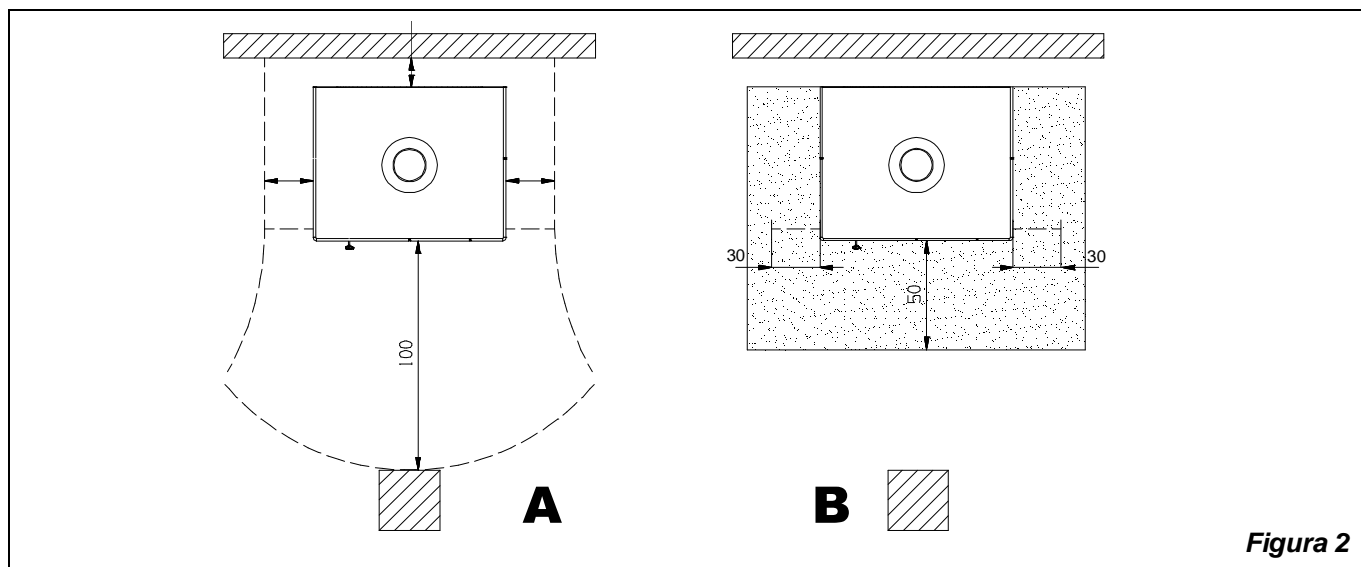

Figura 2
- la distanza minima dal retro e da entrambi i lati da elementi costruttivi ed oggetti infiammabili e sensibili al calore (mobili, rivestimenti di legno, stoffe ecc.), al fine di assicurare un sufficiente isolamento termico, deve essere quella indicata nella targhetta dati tecnici affissa sul prodotto; (vedi Figura 2 **A**). **Tutte le distanze minime di sicurezza sono indicate sulla targhetta del prodotto e NON si deve scendere al di sotto dei valori indicati.**
- qualora la stufa venga installata su un pavimento di materiale infiammabile, bisogna prevedere un sottofondo ignifugo. **I pavimenti in materiale infiammabile**, come moquette, parquet o sughero etc., **devono essere sostituiti** da uno strato di materiale non infiammabile, ad esempio ceramica, pietra, vetro o acciaio etc. (dimensioni secondo l'ordinamento regionale). Il sottofondo deve sporgere frontalmente di almeno **50 cm** e lateralmente di almeno **30 cm** oltre all'apertura della porta di carico (Figura 2 **B**).